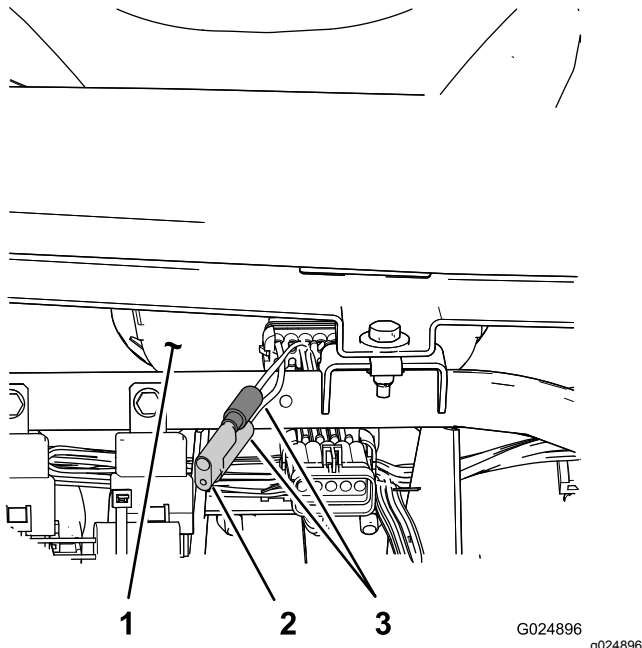

Figura 78
3. Individuate i 2 fili sciolti accanto al misuratore (Figura 78).
4. Rimuovete lo spinotto di connessione dal cablaggio elettrico e collegate i cavi tra loro (Figura 78).